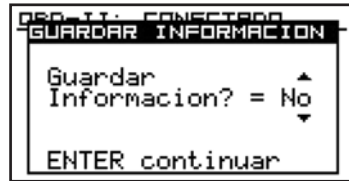
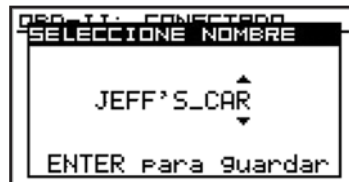

Fig.39
Fig.41
- 4a. Si el análisis fue exitoso, se le preguntará si desea guardar la información (Fig.39).
Cuando se complete exitosamente el análisis de un vehículo, la información obtenida puede ser almacenada para una posterior revisión (Fig.39). Escoja un nombre (máximo 10 caracteres) para cada análisis (Fig.41). Para consultar la información valla a Ver Información OBD-I (GM, Chrysler) en este manual.